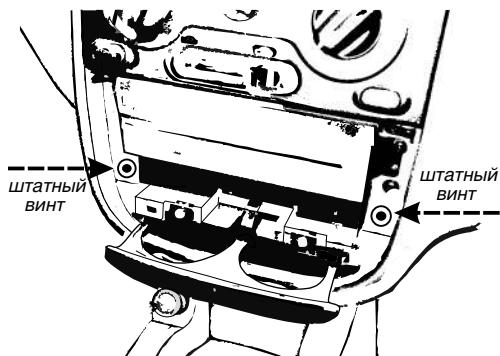

Рис. 25
- Выкрутите штатные винты крепления перчаточного ящика, винты расположены по бокам от ящика, рис. 25.